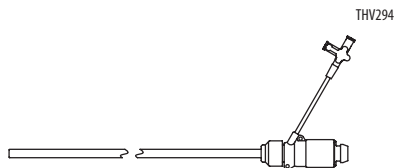

Figure 1
- a) une gaine extensible (eSheath) (Fig. 1), qui permet d'accéder au vaisseau cible tout en maintenant une hémostase et dont le diamètre peut être provisoirement agrandi afin de faire passer un dispositif.